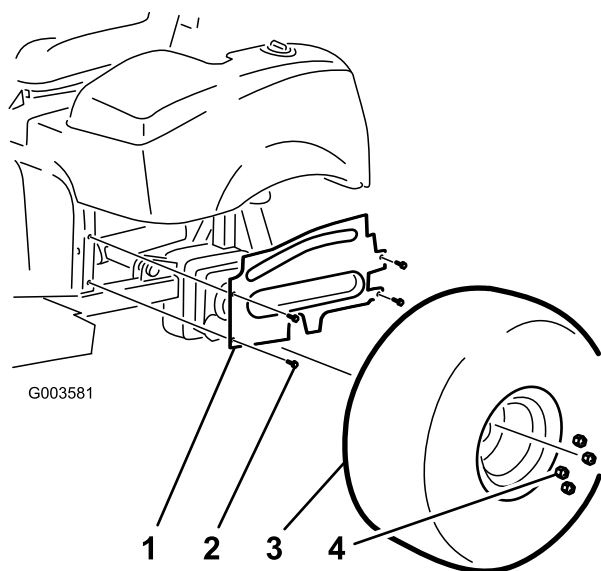

図 8
7. 左側ホイール・シュラウドをフレームに取り付ける（外してあったフランジ・ヘッド・ネジを使用する）（図 8）。
8. 左後ろのタイヤを取りつける（図 8）。